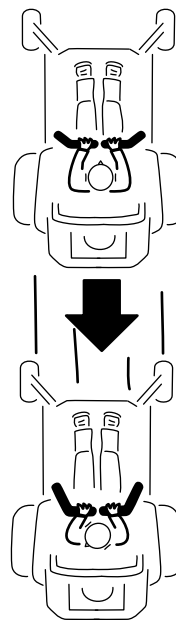

Figure 22
2. Pour vous déplacer en marche arrière, tirez lentement les leviers en arrière (Figure 22).